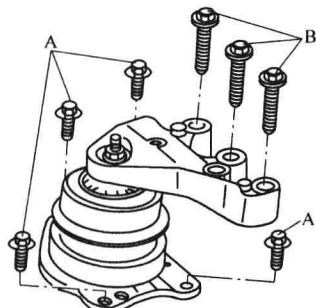

图 1-6 发动机机组支撑
12) 发动机机组支撑的结构如图 1-6 所示, 拧紧力矩 A = 20N·m + 继续转动 90°(1/4 圈); B = 30N·m + 继续转动 90°(1/4 圈)。